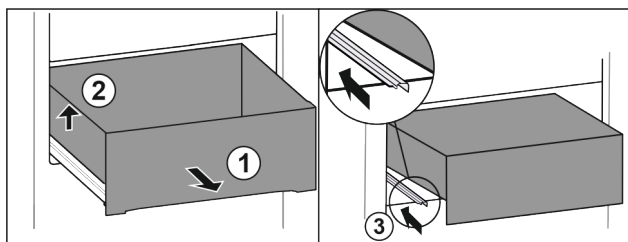

Fig. 77
- ▶ Vytiahnite zásuvku až na doraz. Fig. 77 (1)
- ▶ Nadvihnite zásuvku doľava. Fig. 77 (2)
- ▶ Zasuňte ľavú koľajničku. Fig. 77 (3)